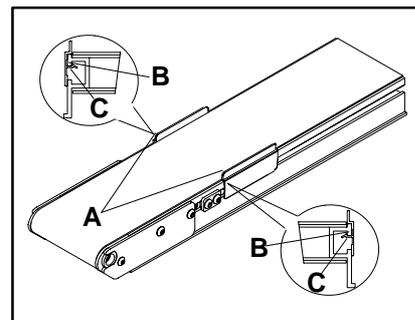

Abbildung 3: Hinweise zur Montage der Spurführungsvorrichtung bei Bandförderern mit niedriger Seitenführung
Bei allen Bandförderern mit niedriger Seitenführung, die über keine zusätzliche Führung verfügen, sind werkseitig an beiden Kopfseiten des Bandförderers Spurführungsvorrichtungen (A in Abbildung 3) montiert. Jede dieser Vorrichtungen besteht aus einem 89 mm langen Stück geförmten Kunststoff, das über der T-Schlitznut an der Seitenwand (B) des Bandförderers befestigt wird.
ANMERKUNG: Verwenden Sie die Spurführungsvorrichtungen (A in Abbildung 3) während der ersten Inbetriebnahme des Bandförderers, um die Spur des Fördergurtes gegebenenfalls zu kontrollieren. Die Führungsvorrichtungen können nach der Inbetriebnahme montiert bleiben oder entfernt werden. Halten Sie die Spurführungsvorrichtungen für die Inbetriebnahme nach dem Reinigen oder Austausch des Fördergurtes bereit.